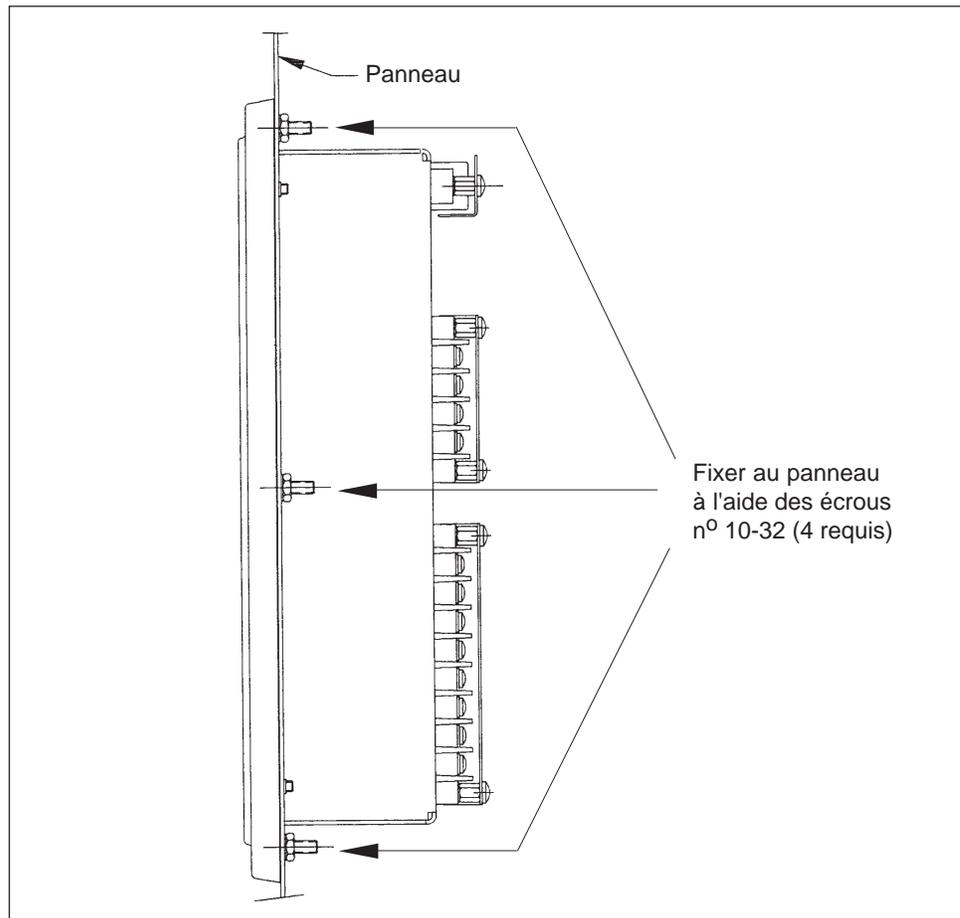

Figure 3-3 : Moniteur de circuit monté sur un panneau électrique
3. Fixer le moniteur de circuit au panneau à l'aide de quatre vis n° 10-32 incluses dans le kit de matériel du moniteur de circuit (63230-204-16). La figure 3-3 montre le moniteur de circuit monté sur un panneau électrique.